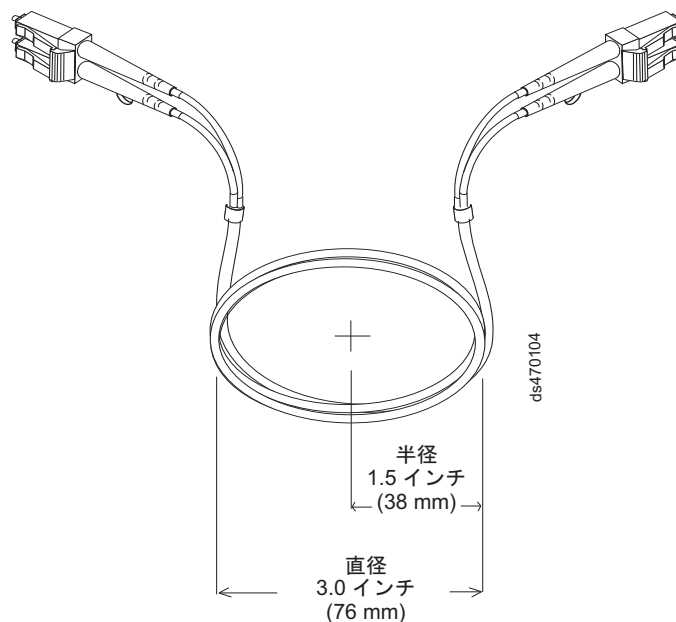

図 19. 光ファイバー・ケーブルの曲げおよびループに関する推奨仕様
- 余分な、または未使用の光ファイバー・ケーブルを保管するときは、ケーブルを直径 76 mm (3 インチ) 未満または半径 38 mm (1.5 インチ) 未満に曲げないでください。また、ケーブルを折り返さないでください。図 19 を参照してください。